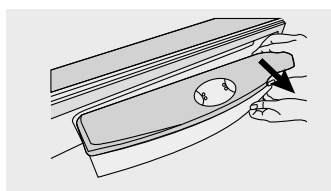

Figura 49
- Con ambas manos en el lado derecho del tanque, hale con suficiente fuerza en dirección hacia usted luego del lado izquierdo del tanque hale nuevamente en la misma dirección, y retírelo completamente (figura 49, 50).